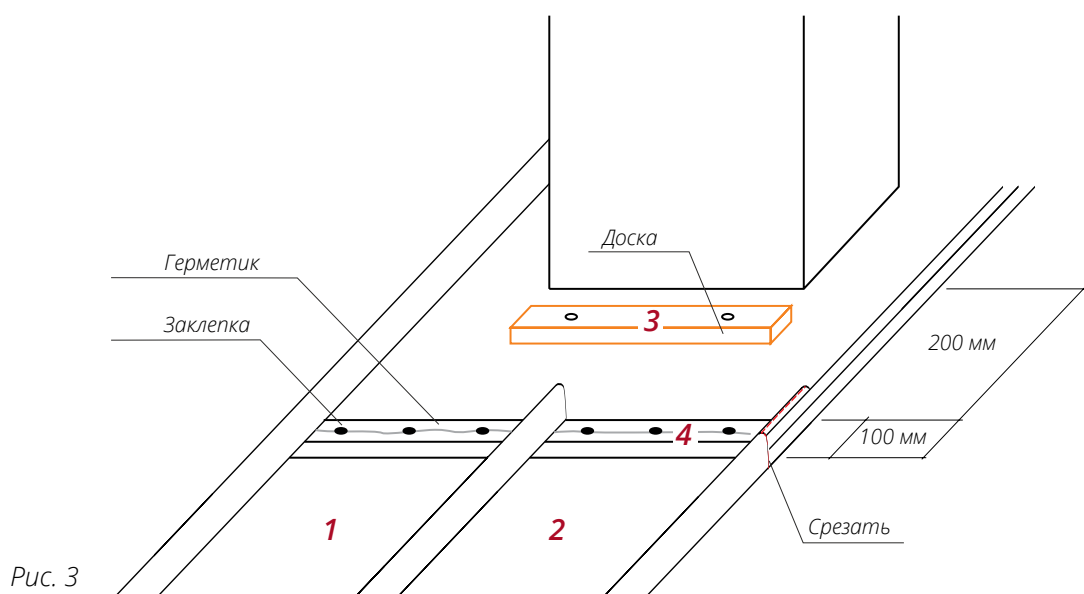

Рис. 3
- Картины **1** и **2** отрежьте по нижнюю границу трубы (рис. 3).